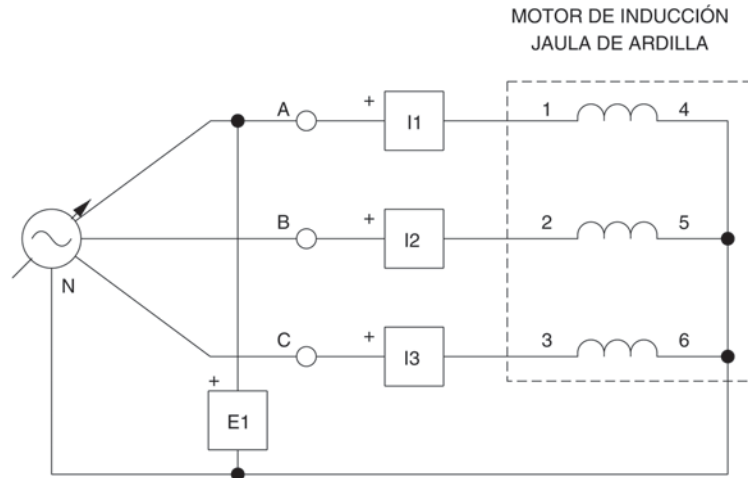

Figura 4-26. Motor de inducción jaula de ardilla trifásico.
En la primera parte del ejercicio, usted montará el equipo en el Puesto de trabajo y lo conectará como lo muestra la Figura 4-26.
- 5. Conecte el equipamiento como lo muestra la Figura 4-26.
Abra el circuito en el punto A de la Figura 4-26. Asegúrese de que la entrada VOLTAJE E1 del módulo DAI permanezca conectada a la fuente c.a.
Abra el circuito en el punto B de la Figura 4-26.